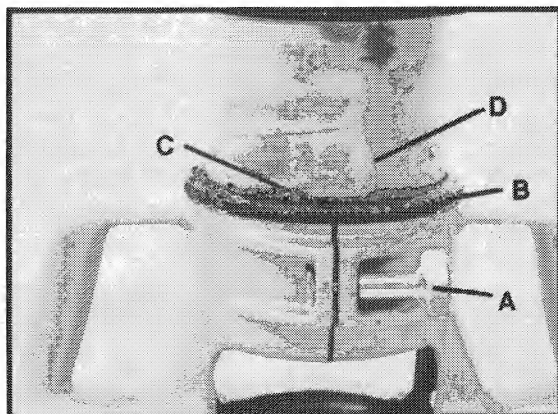

Fig. 2
2. Loosen Clamp Screw (A) Fig. 2.